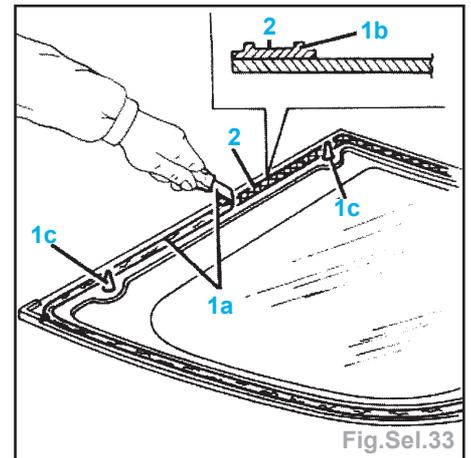

Fig.Sel.33
- Si l'on réutilise la glace, découper et niveler le cordon de la glace (Fig.Sel.33).